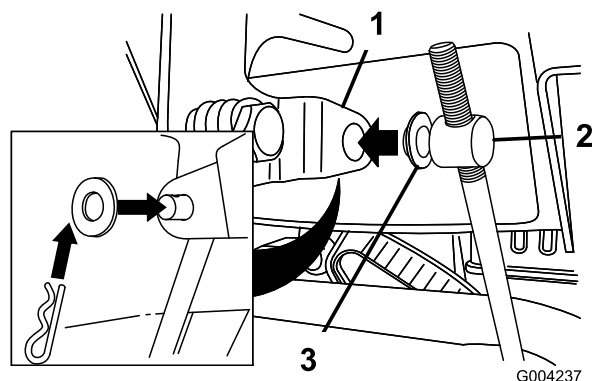

Bild 11
- Entfernen Sie den Splint und die äußere Scheibe vom Drehzapfen am oberen Ende des Geschwindigkeitseinstellgestänges (Bild 11).
Hinweis: Lassen Sie die Flachscheibe auf dem Drehzapfen, um den Einbau zu vereinfachen (Bild 11).
- Heben Sie das Geschwindigkeitseinstellgestänge an und setzen Sie den Drehzapfen in das Loch im Geschwindigkeitsschalthebel (Bild 11).